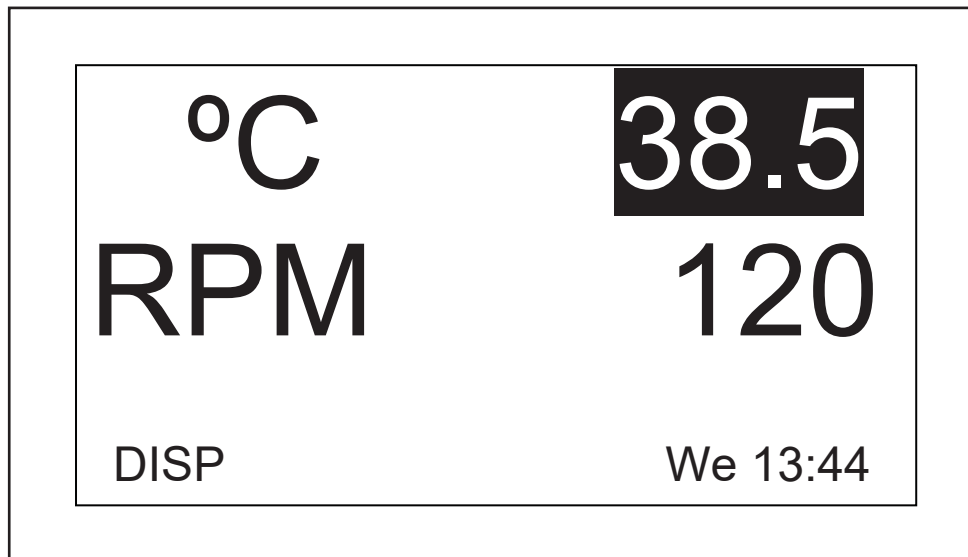

Abb. 9-3: Sollwert ändern
2. Drücken Sie den Knopf, um den aktuellen Sollwert aufzurufen (in diesem Beispiel 38.5) (siehe Abb. 9-3 auf S. 52), welcher daraufhin blinkend angezeigt wird.